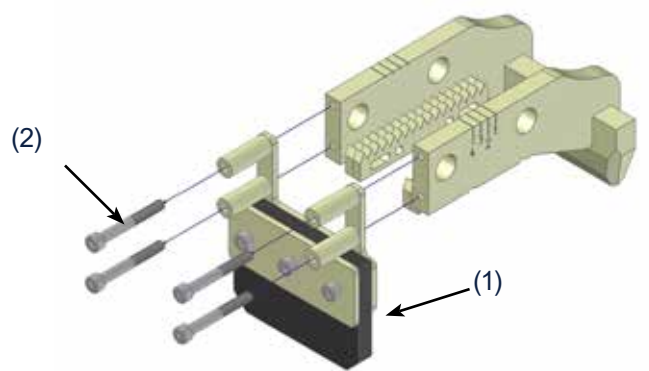

Fig 97. Réglage de la butée en caoutchouc pour le FASTCLIP FE
2. Mettez la machine en mode manuel en appuyant sur le bouton (2) du panneau de commande.
3. Vérifiez que l'indicateur (1), Fig 97 est réglé sur "Mode d'installation".
4. Réglez l'outil sur le mode d'écrêtage "Inst". en appuyant sur le bouton (1).
6. Tirez sur la poignée homme mort pour l'activer (7).
7. Appuyez sur le bouton (5) et maintenez-le enfoncé pour activer la fonction d'écrêtage.
10. Mettez la machine en mode automatique en appuyant sur le bouton (2) du panneau de commande.
11. Transférez la machine sur la traverse suivante. Lancez une séquence de tonte en appuyant sur le bouton (5). Le crochet de clippage se rétractera automatiquement.